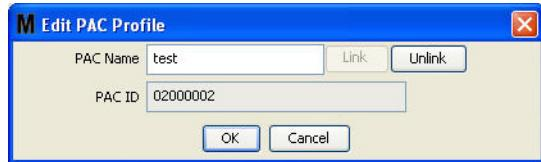

Рис. 117
- Появится окно «Edit PAC Profile» [Редактировать профиль регулятора пневматического насоса] (Рис. 117). Чтобы изменить имя регулятора пневматического насоса, укажите новое в поле «PAC Name» [Имя регулятора] и нажмите кнопку «OK» [OK], чтобы закрыть окно и сохранить изменения.